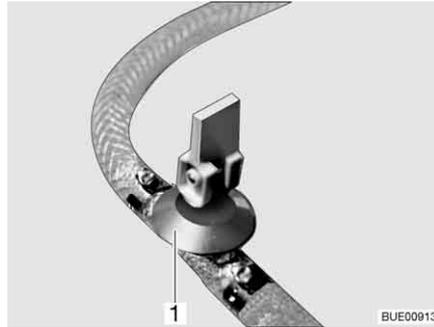
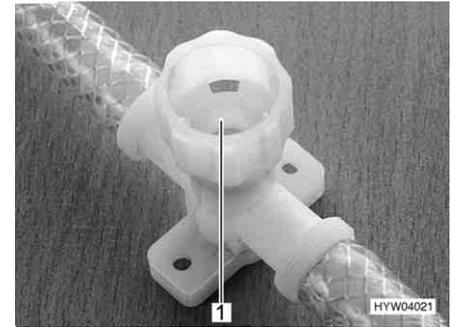

Fig. 152 Rubinetto di scarico (con leva a bilancere)
Fig. 153 Rubinetto di scarico (con tappo a vite)
- Chiudere tutti i rubinetti di scarico. Mettere la leva a bilanciere del rubinetto di scarico (Fig. 152,1) orizzontale o chiudere il coperchio del rubinetto di scarico (Fig. 153,1) in senso orario.